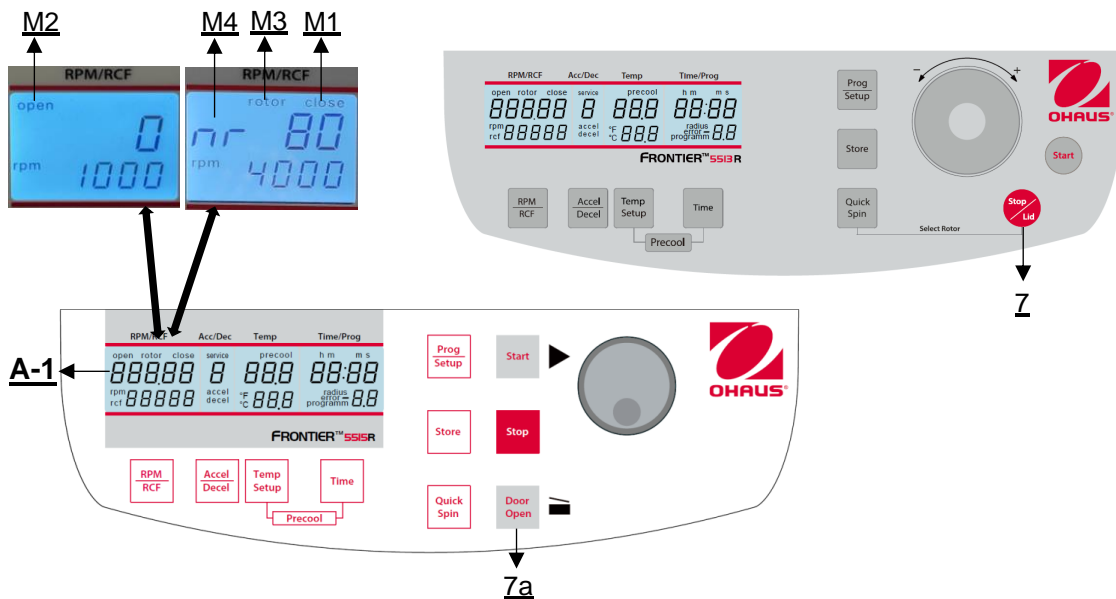

Figure 11
Après le cycle, lorsque le couvercle de la centrifugeuse reste fermé, le mot "**close**" (M1) continue d'apparaître sur l'écran "**RPM | RCF**" (A-1). En même temps, le numéro d'identification du rotor, par exemple "**nr 80**", est affiché sur l'écran (M4). Dès que le couvercle est libéré en appuyant sur la touche "**Door Open**" (7a) ou "**Stop | Lid**" (7) ou, le mot "**open**" (M2) apparaît. Vous pouvez maintenant ouvrir le couvercle de la centrifugeuse. Veuillez vous référer à la figure 11 ci-dessous.
Veuillez vous référer à la **figure 11**.